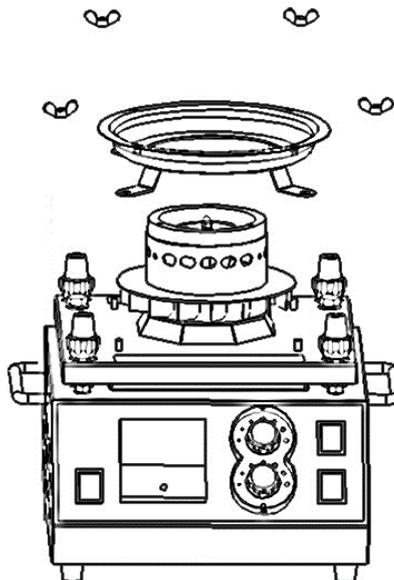

Рис.9
- открутите 4 гайки-барашек и снимите нижнюю часть статора (Рис.9):